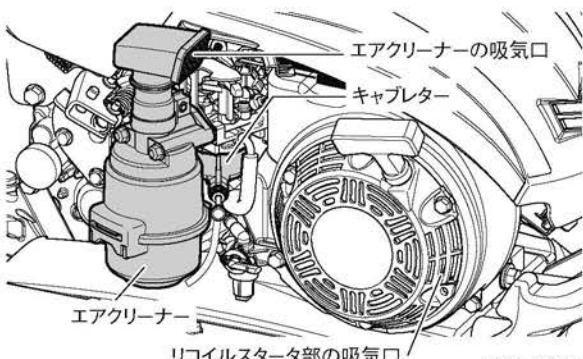

図 4-2 お手入れのしかた
- 水洗いするときは、エアクリーナーの吸気口やキャブレターに高圧の水が直接かかるないようにしてください。(図 4-2)
- リコイルスター部の吸気口に付いたゴミは、きれいに掃除してください。エンジンの出力低下や破損の原因になります。(図 4-2)